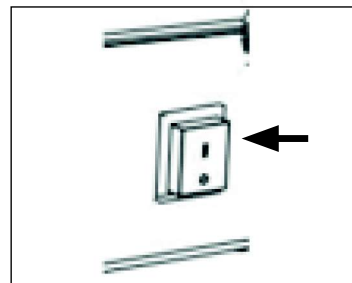

fig.1
Pour assembler le chauffage, procédez comme suit (voir fig.1) :
- 2.1. Mettez l'interrupteur d'alimentation en position 1 (fig. 1) et vérifiez que le ventilateur fonctionne correctement.